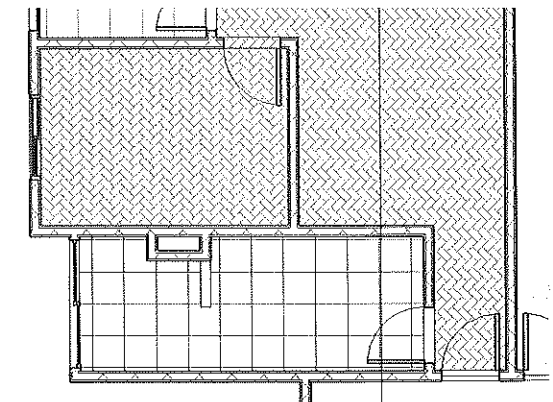

Figura 9.39 – Hachuras em pisos.
- A Figura 9.39 exibe exemplos de pisos com hachuras definidas nos materiais.